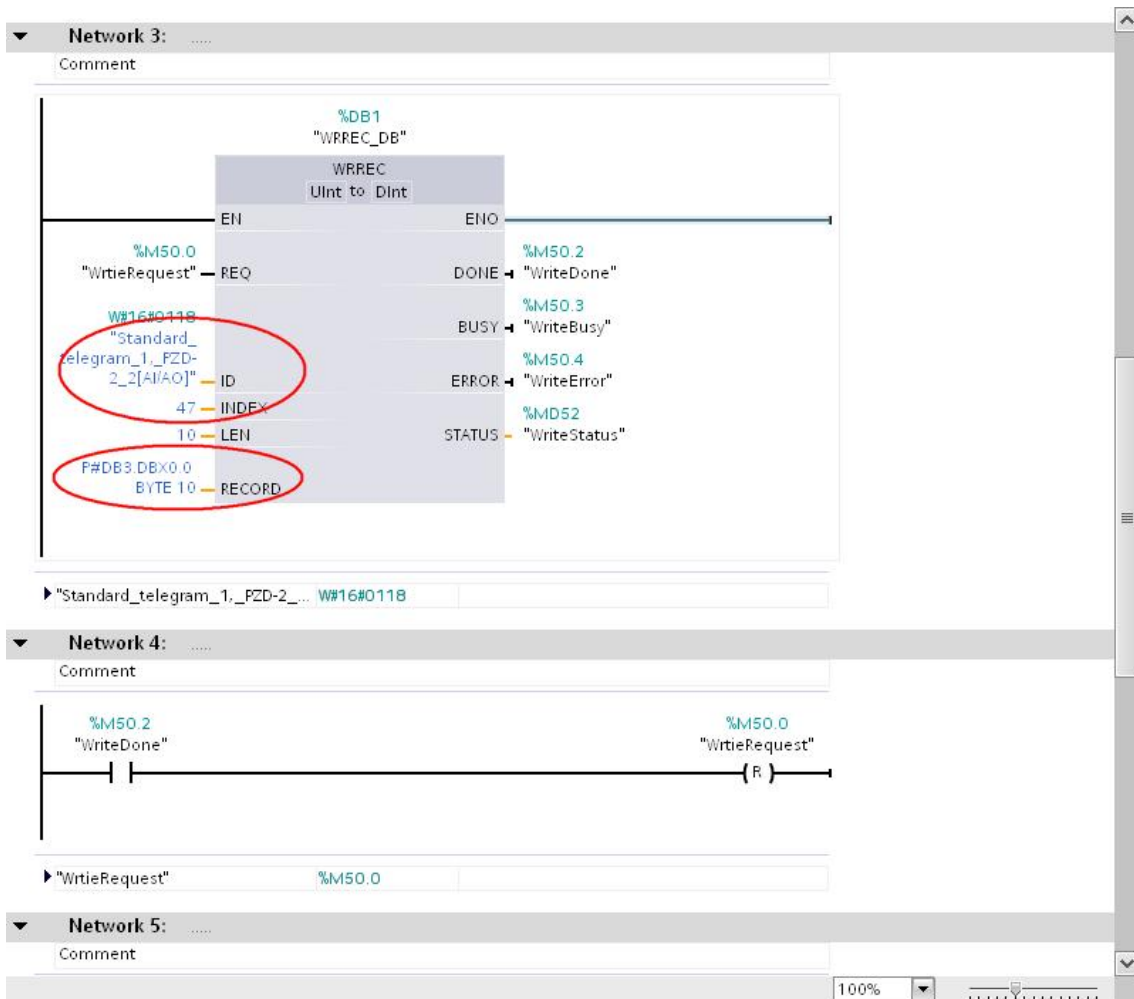

图 13 发送“读参数”请求
(1) 使用标志位 M50.0 及功能块“WRREC”将读请求(数据集为 DB3 开始的 10 个字节)发送至驱动器, 见图 13。